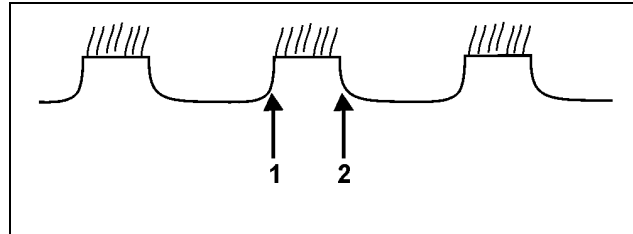

Fig. 32
- Säädä ensimmäistä kiekkoriviä oikealle ja tarkista työstöprofiili uudelleen (Fig. 32):